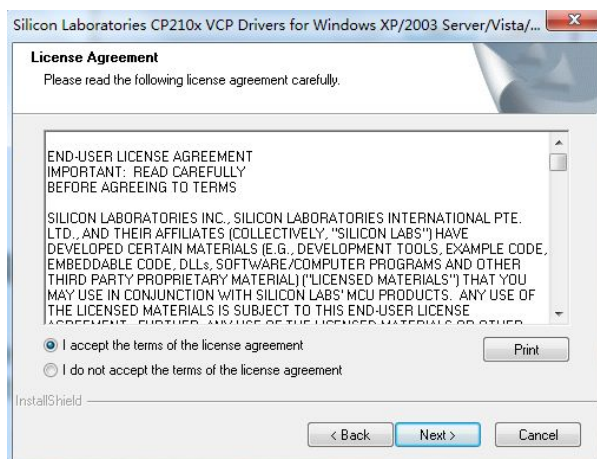

图 7 安装界面 2
4、进入如图 7 所示界面，请选择“I accept the terms of the license agreement”，然后单击“Next >”。